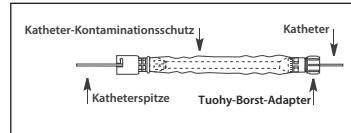

Abbildung 2
- a. Wenn ein Katheter-Kontaminationschutz mit Tuohy-Borst-Adapter (sofern enthalten) verwendet wird, die Spitze des vorgesehenen Katheters durch das Ende des Katheter-Kontaminationschutzes mit dem Tuohy-Borst-Adapter einführen. Den Katheter durch den Schlauch und den Ansatz am anderen Ende vorschieben (siehe Abbildung 2).